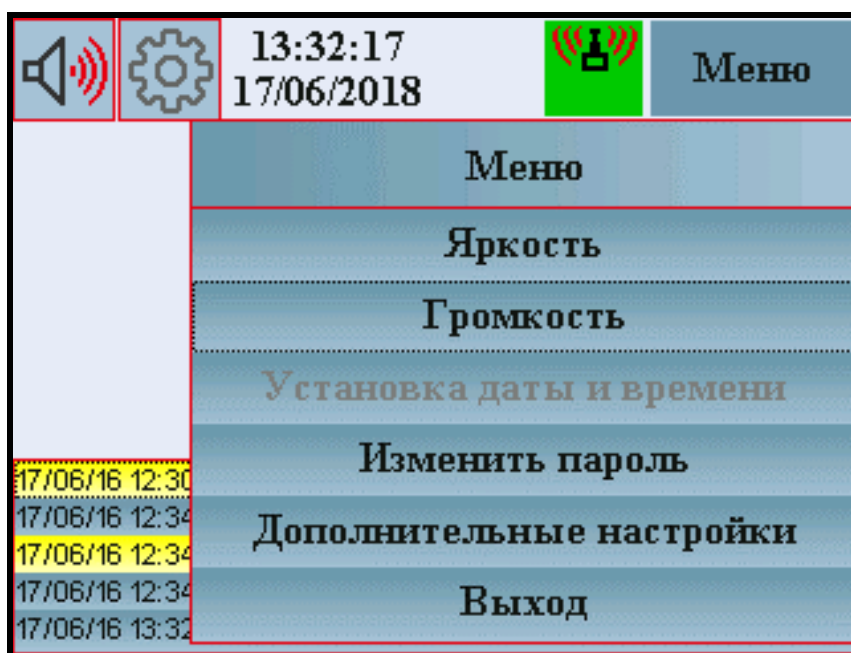

Рисунок 1.9 – Меню «Настройка ПУИ»
1.11.2.6 Кнопка «Меню» позволяет получить доступ к меню ПУИ (рисунок 1.9), в котором доступны следующие опции (кнопки):